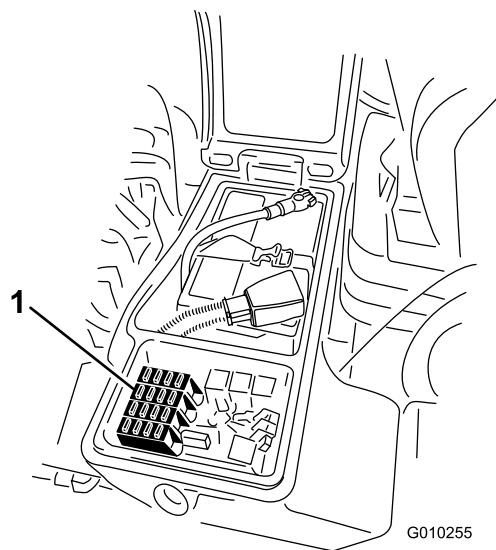
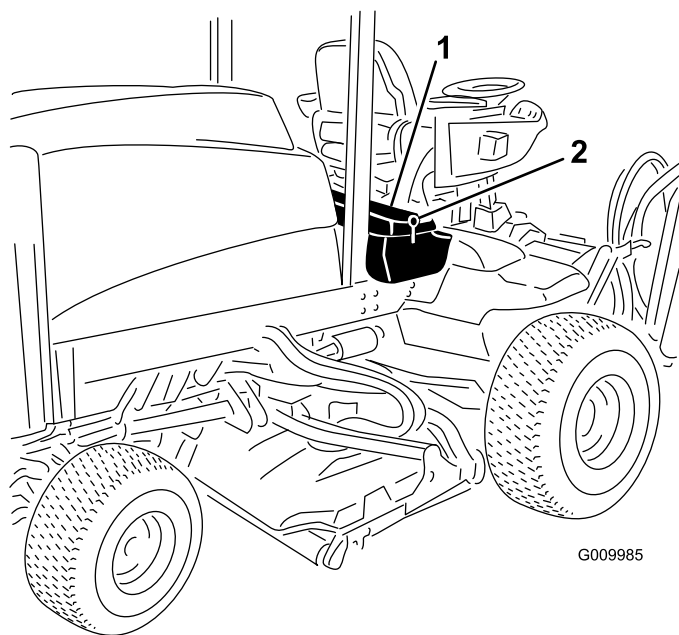

Figura 79
Figura 78
1. Desaperte o trinco da cobertura da caixa de armazenamento direita e levante a cobertura (Figura 78) para expor o bloco de fusíveis (Figura 79).
2. Substitua o(s) fusível(is) aberto(s) conforme necessário (Figura 79).